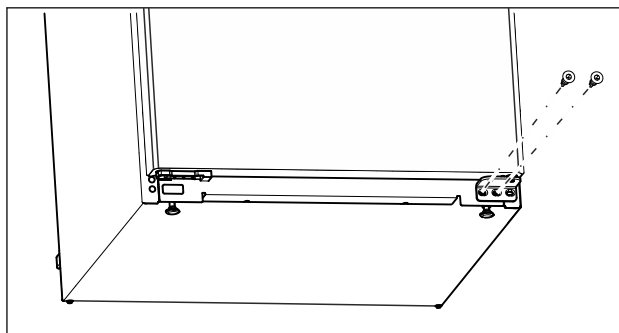

Fig. 14
- Na dolnej ložiskovej konzole vyskrutkujte strednú skrutku skrutkovačom Torx 20. (pozri Fig. 14)
- ▶ Na dolnej ložiskovej konzole vyskrutkujte vnútornú skrutku skrutkovačom Torx 20. (pozri Fig. 14)